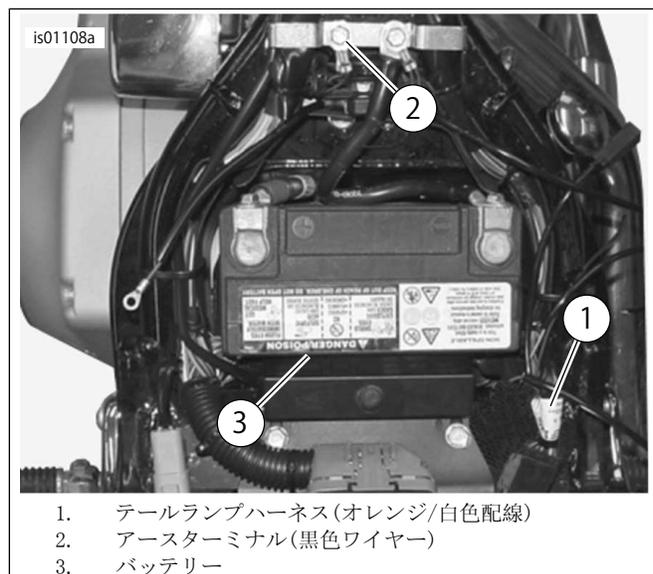

図3. 電源とアース接続部(Softtailモデル)
4. 「図3」を参照。リングターミナルをアーススクリューのネジ山に取り付けます。アーススクリューをフレーム(2)に固定します。サービスマニュアルに従って、指定のトルク値で固定してください。
1. 「図3」を参照。シート下のアクセス可能ポイントにあるテールランプハーネス(1)の覆いのエリアを慎重に切り開き、オレンジ/白色ワイヤーを切ります。